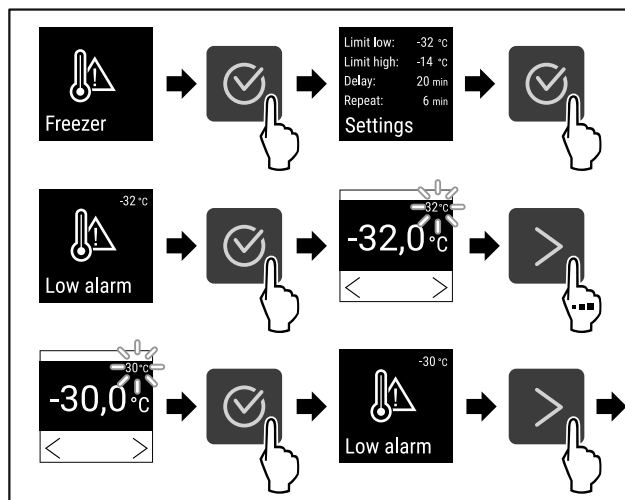

Fig. 98
- ▶ Atlikite veiksmus (žr. Fig. 98).